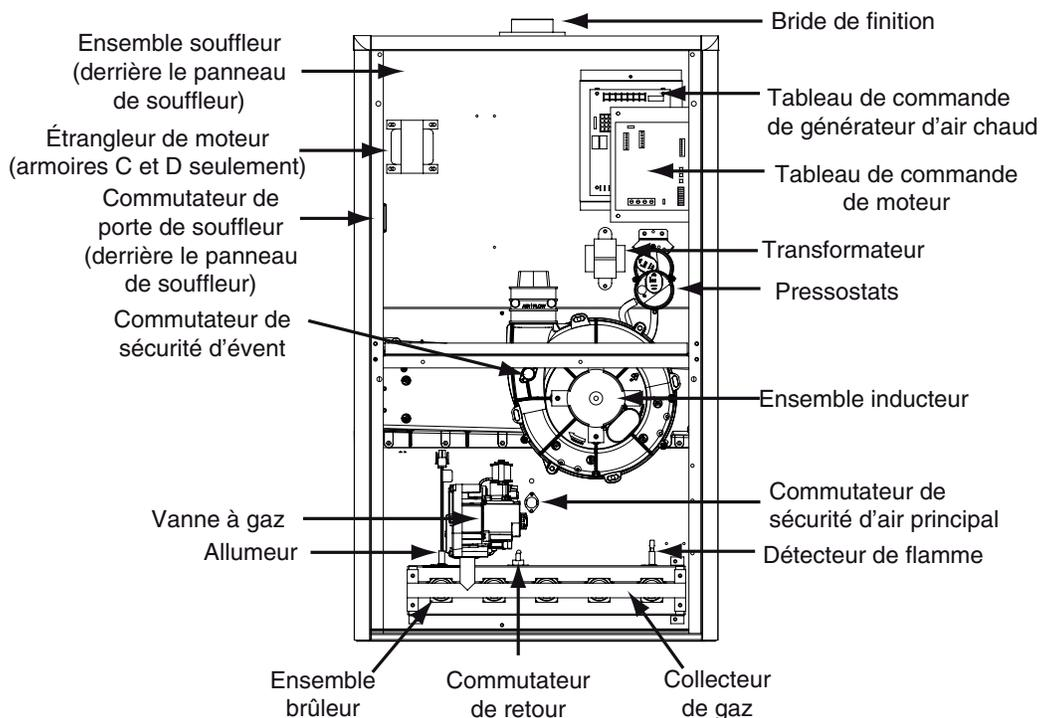

Figure 43. Emplacement des composants
- Si le souffleur d'inducteur fonctionne et que les éléments ci-dessus ont été vérifiés, vérifier le commutateur de sécurité du souffleur et le réenclencher au besoin. Consulter Figure 43 (page 53).
- Si le générateur d'air chaud ne fonctionne toujours pas, vérifier les interrupteurs de retour de flamme (Figure 43) et le réenclencher au besoin.
Les descriptions ci-dessous sont celles de différents composants fonctionnels qui ont une incidence sur le fonctionnement et l'arrêt de ce générateur d'air chaud. Certains de ces composants et leur emplacement sont montrés à la Figure 43 (page 53). S'il faut remplacer l'un des composants du générateur d'air chaud, utiliser uniquement des pièces de remplacement homologuées par le fabricant, indiquées dans la liste de pièces de remplacement fournie en ligne.